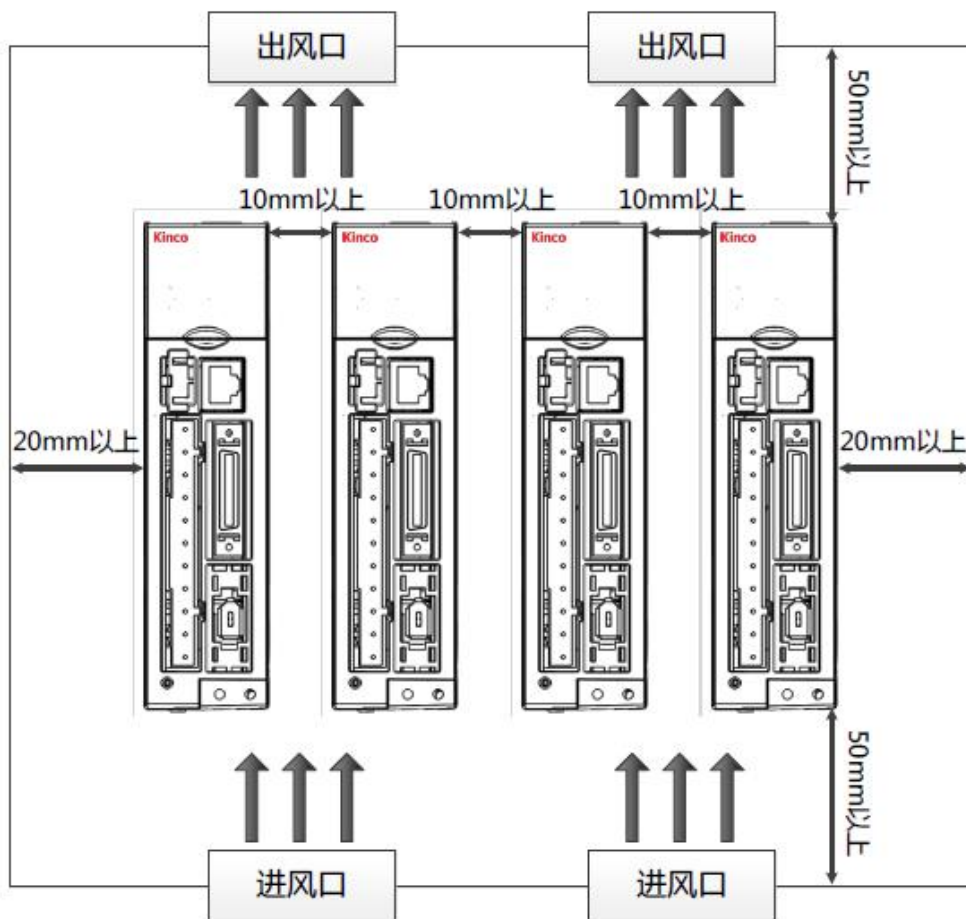

图 1-1 安装方向和距离要求
- 请严格按照图 1-1 所示的安装方式正确安装伺服驱动器；